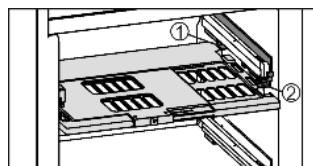

Fig. 9
► Установка пластины регулировки влажности: поперечные ребра крышки на пластине вставить через низ в задний держатель Fig. 9 (1) и защелкнуть спереди на держателе Fig. 9 (2).